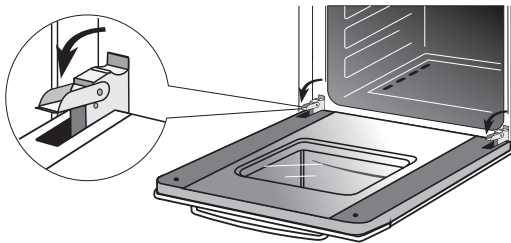

Рис. 15
- поднимите и поверните до упора стопорные рычаги, расположенные на двух шарнирах (рис. 15);